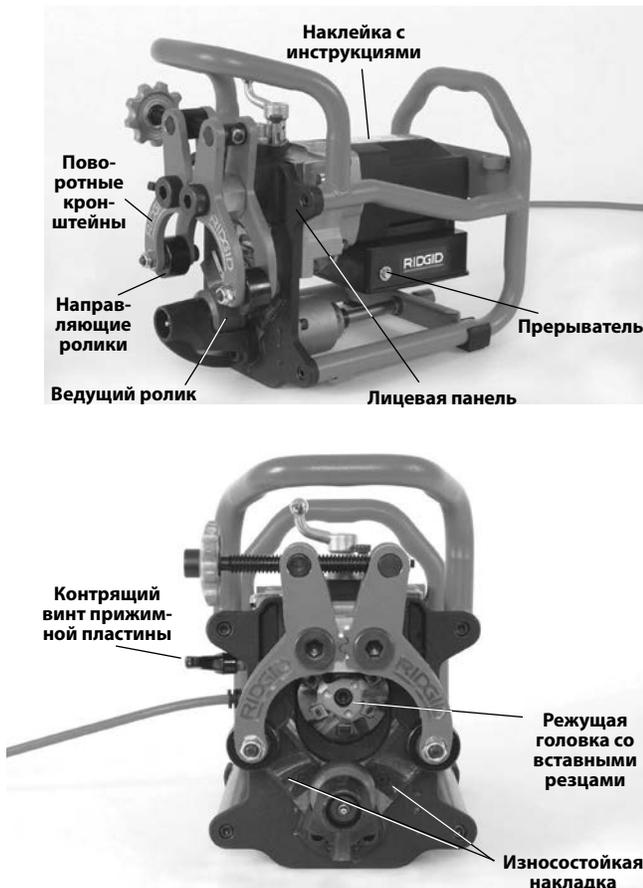

Рис. 1 – Станок для снятия фаски модели B-500
- Наличие и разборчивость наклеек с предупреждениями и инструкциями (см. рис. 1).